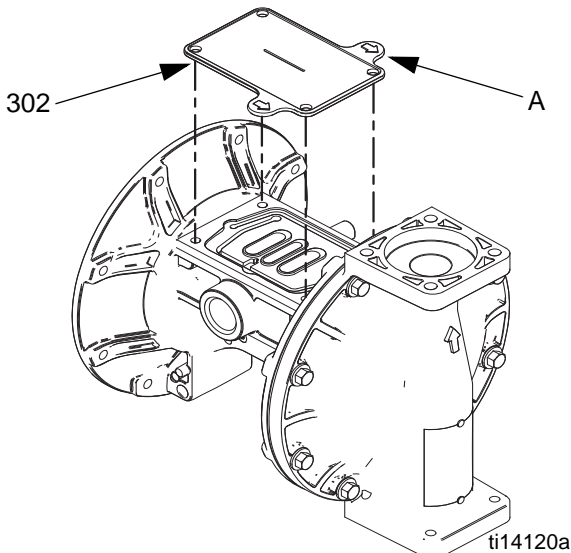

ABB. 9. Werkzeug für die Materialabdeckung
- c. Wellen-U-Dichtungen (106) sowie Länge und Enden der Membranwelle (104) einfetten. Die Welle in das Gehäuse schieben.
- f. Die erste Materialabdeckung (3) wieder anbringen. Siehe **Drehmomentanweisungen**, Seite 18.
- a. Siehe ABB. 9. Mitgeliefertes Werkzeug (302) dort anbringen, wo normalerweise die Luftventildichtung (108) sitzt. Die Pfeile A müssen in Richtung der bereits montierten Materialabdeckung zeigen.